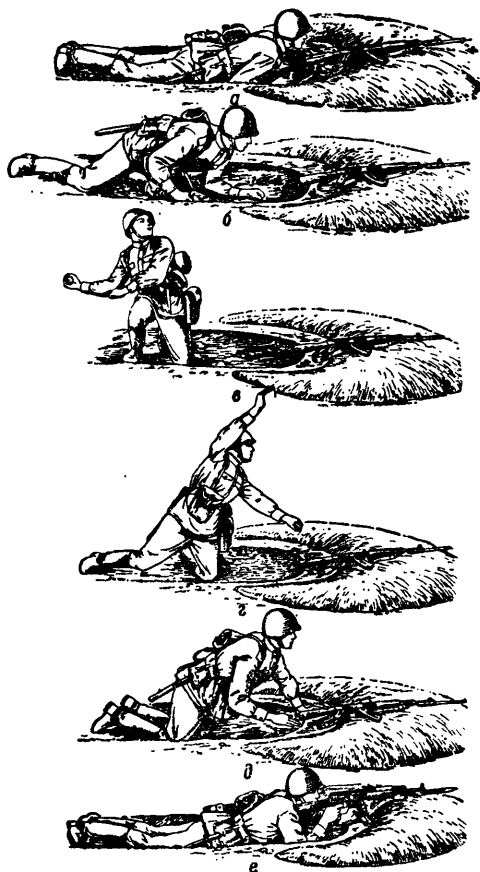

Рис. 10. Метание гранаты из положения лежа:
31. Для метания гранаты из положения лежа (рис. 10) надо: из положения для стрельбы лежа положить оружие справа впереди, взять гранату в правую руку, с помощью левой руки выдернуть предохранительную чеку и опереться руками о землю; отталкиваясь руками, слегка отодвигая правую ногу назад, встать на левое колено (не сдвигая его с места) и одновременно произвести замах. Выпрямляя правую ногу, поворачиваясь грудью к цели и падая корпусом вперед, метнуть гранату в цель; взять оружие и немедленно изготовиться к стрельбе.